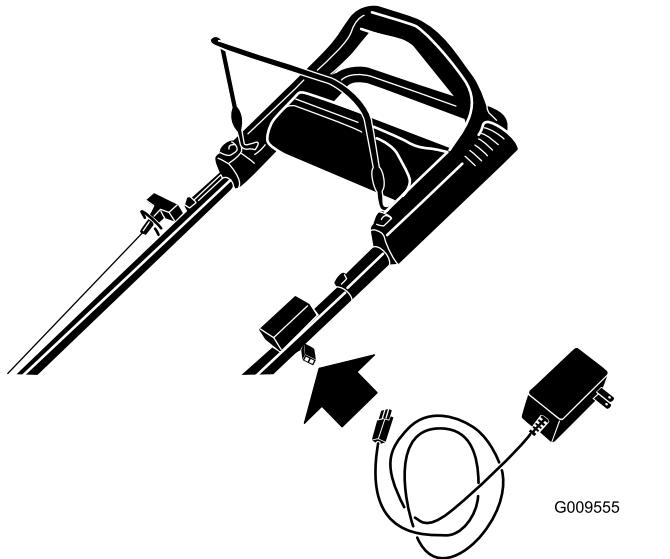

Bild 39
1. Schließen Sie das Ladegerät an den Kabelbaum der Maschine an, der sich unter dem Zündschloss befindet (Bild 39).